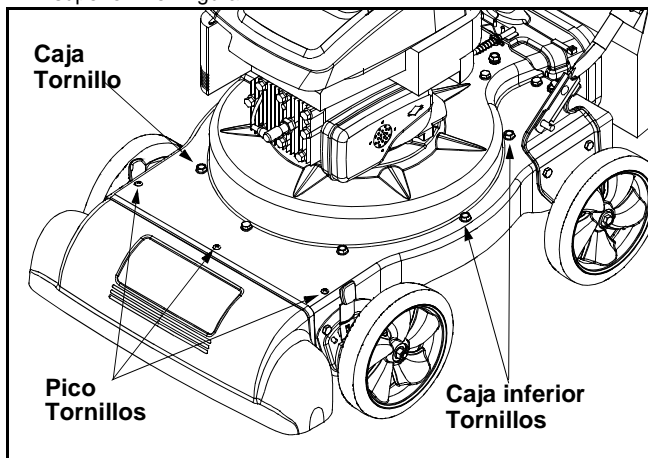

Figura 12
- Saque los tres tornillos de la caja superior que unen la cubierta del pico y los nueve tornillos que unen la caja inferior a la superior. Ver Figura 12.